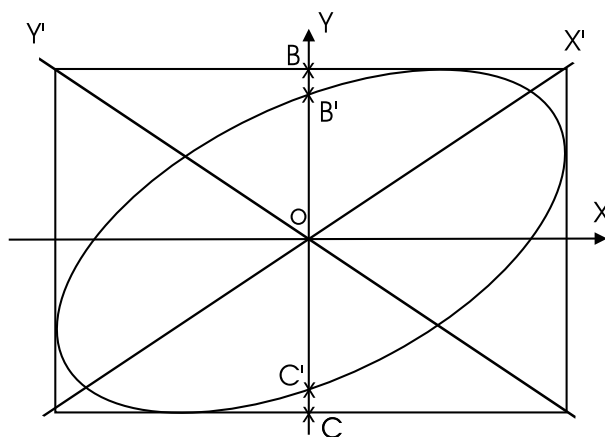

Figura A.11: método da elipse.
Consideremos dois sinais sinusoidais aplicados nos canais X e Y de um osciloscópio (eixos ortogonais OX e OY da figura A.11),
i) um método alternativo ao da preparação consiste em verificar nas equações que quando  $x = 0$  temos  $A \sin \omega t = 0$  o que implica que o segmento  $OB'$  na figura A.11 é  $B \sin \omega t$  e como  $B=OB$  então